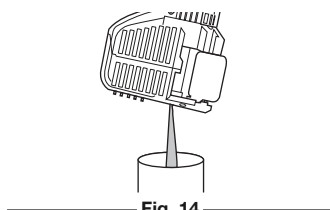

Fig. 14
3. Incline la unidad verticalmente para verter el aceite del orificio de llenado en un recipiente (Fig. 14). Dele suficiente tiempo para que drene completamente.